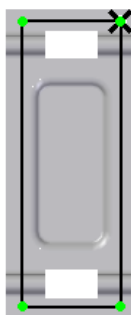

图 8.11.30 绘制矩形阵列轮廓
(4) 绘制矩形阵列轮廓。单击 **特征** 区域中的 **阵列** 按钮，绘制图 8.11.30 所示的矩形。
① 定义阵列类型。在“阵列”命令条 **翻转** 后的下拉列表中选择 **固定** 选项。
② 定义阵列参数。在“阵列”命令条 **X:** 后的文本框中输入阵列个数为 2，输入间距为 38；在“阵列”命令条 **Y:** 后的文本框中输入阵列个数为 2，输入间距为 111，然后单击右键。
③ 单击 **完成** 按钮，退出草绘环境。
(5) 单击 **完成** 按钮，完成特征的创建。